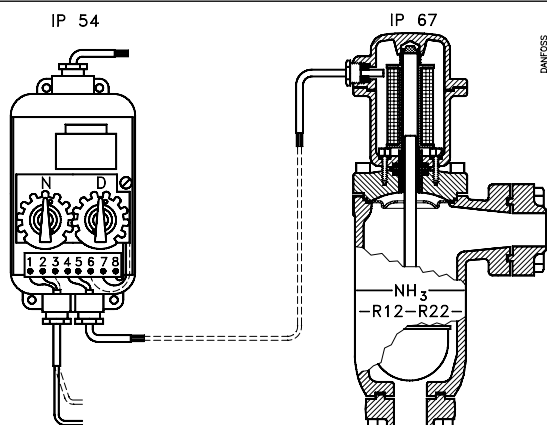

Fig. 1
- Niveaumærkerne 1 på svømmerhuset (fig. 1) viser middelniveauet for det anvendte kølemiddel.
El-tilslutning, fig. 1
Indstil niveau N og differens D (fig. 1, 6 og 7). Summen af skalaværdierne for niveau og differens kan højst være 5 (N + D = max. 5).
- The level marks 1 on the ball float (fig. 1) show the mean level for the refrigerant used.
Electrical connection, fig. 1
Set level N and differential D (figs. 1, 6 and 7). The sum of the scale values for level and differential may be max. 5 (N + D = max. 5).
- Niveaumarkierung 1 im Schwimmergehäuse (Abb. 1) gibt die mittlere Einfüllmenge des Kältemittels an.
Elektrische Anschlüsse, Abb. 1
Niveau N und Differenz D (Abb. 1, 6 und 7) einstellen. Die Summe der Skalenwerte für Niveau und Differenz darf 5 nicht überschreiten (N + D = max. 5).